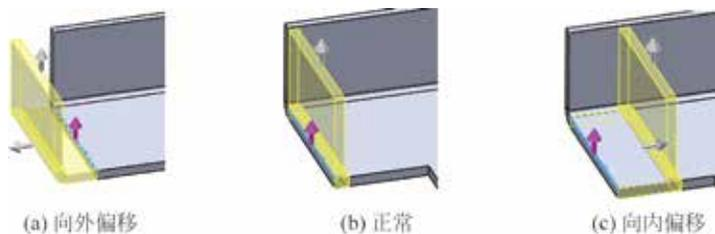

图 5.29 等距
- **等距** 复选框：用于在原有参数钣金壁的基础上向内或者向外偏置一定距离而得到钣金壁，如图 5.29 所示。